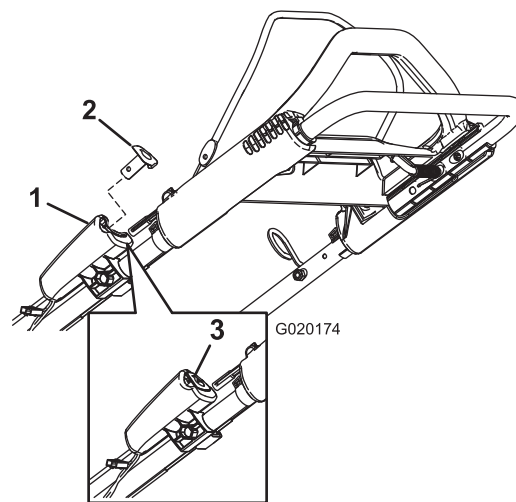
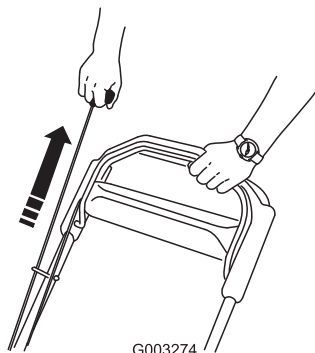

Figure 16
Figure 17
2. Appuyez sur le bouton de démarrage électrique (Figure 16) (modèle à démarrage électrique uniquement) ou tirez la poignée du lanceur (Figure 17).
Remarque: Si le bouton de démarrage électrique a été retiré, insérez-le dans le démarreur électrique; voir Figure 16 (modèle à démarrage électrique uniquement).